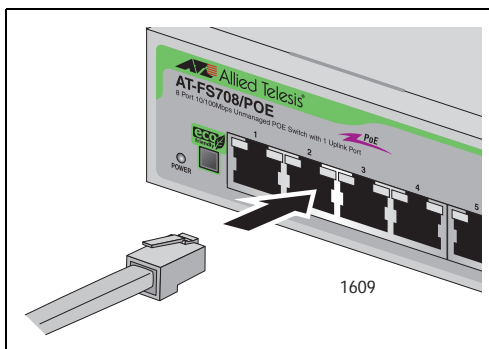

Рисунок 10. Подключение кабелей витой пары
1. Подключите кабели витой пары к портам RJ-45 коммутатора, как это показано на рис. 10.